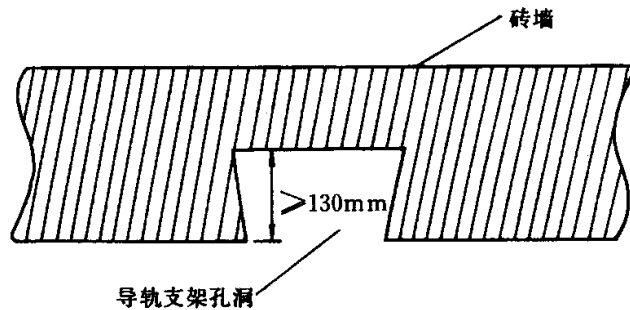

图 2-8 导轨支架孔
(1) 轨支架孔洞应剔成内大外小, 深度不小于 130mm (图 2-8)。